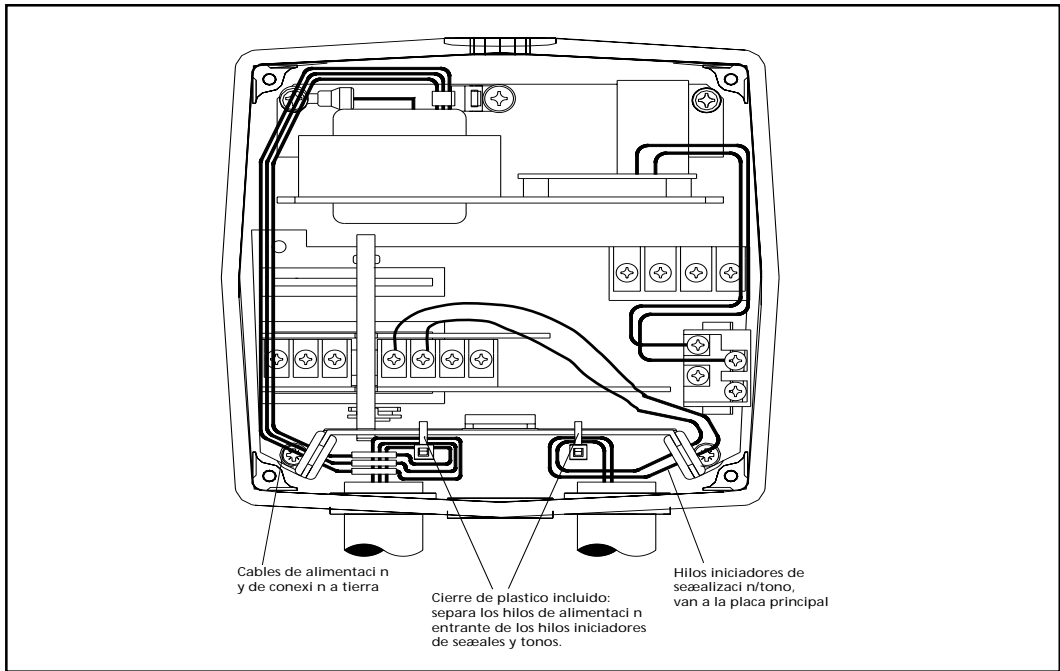

Figura 5. Alambrado del Adaptatone
2. Pasar los hilos por el agujero en la parte inferior de la caja desde un conducto o por un agujero en la cañería aprobados para el mismo nivel de protección y el mismo tipo de recinto requerido en la aplicación. Servirse de los cierres de plástico al nivel de la barrera electrónica para separar los hilos de alimentación entrante de los hilos iniciadores de señales y tonos, según requiere la NEC (Figura 5.)
3. Instrucciones de alambrado según Figura 5.